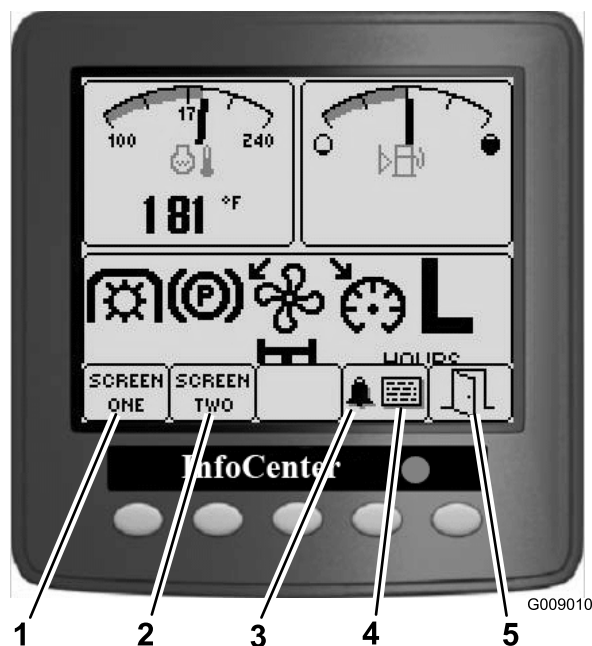

図 15
- ・ ボタンを押すことにより、スクリーン1またはスクリーン2の表示を見る、アラームを停止させる、異常の内容を見る、終了する、といった操作ができます (図 15)。